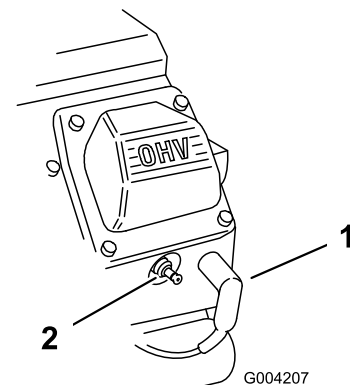

**Figura 155**
3. Collegate i cappellotti delle candele alle candele (Figura 155).